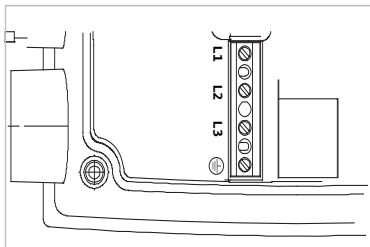

Fig. 24: Effektklemmer (nettilslutningsklemmer)
- Effektklemmer (nettilslutningsklemmer) (fig. 24)